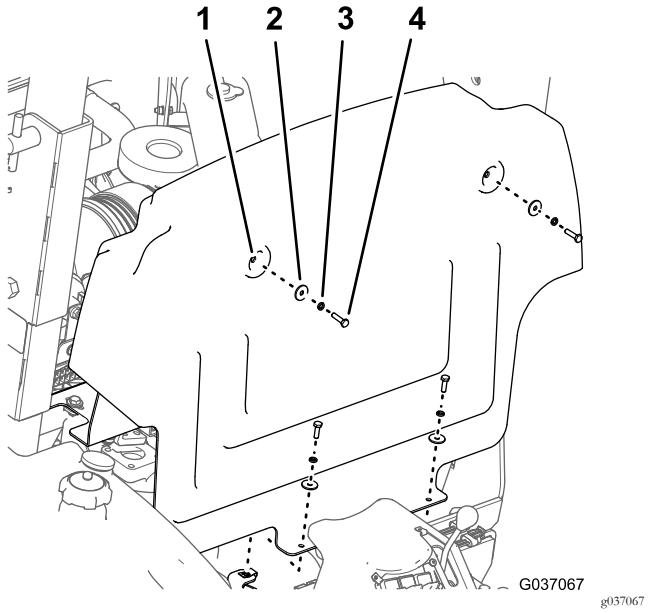

Figura 6
1. Rimuovete i 4 bulloni (6 x 25 mm), le 4 rondelle di bloccaggio (6 mm) e le 4 rondelle piene (6 mm) che fissano il pannello di supporto al telaio della macchina (Figura 6).
2. Spostate il pannello in alto e in avanti e rimuovetelo dalla macchina (Figura 6).
- Allineate i 4 fori nel pannello di supporto ai 4 dadi a clip sul telaio; fate riferimento a Figura 6 in Rimozione del pannello di supporto \(pagina 3\).
- Fissate il pannello di supporto al telaio della macchina con i 4 bulloni, 4 rondelle di bloccaggio e 4 rondelle piane; fate riferimento a Figura 6 in Rimozione del pannello di supporto \(pagina 3\).